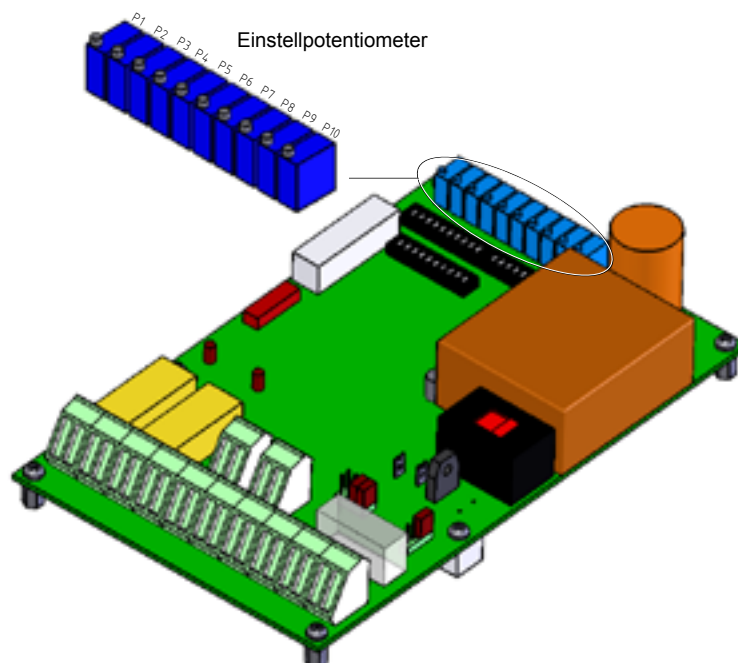

Bild 3-1 Position der Einstellpotentiometer auf der gedruckten Schaltung des Lastmessverstärkers
2. Die Potentiometer P6 und P7 der Reihe nach so einstellen, dass das Digital-Millivoltmeter $0\text{ V} \pm 10\text{ mV}$ anzeigt. *Bild 3-1* zeigt, wo sich die Potentiometer P1 bis P10 auf der gedruckten Schaltung des Lastmessverstärkers befinden.